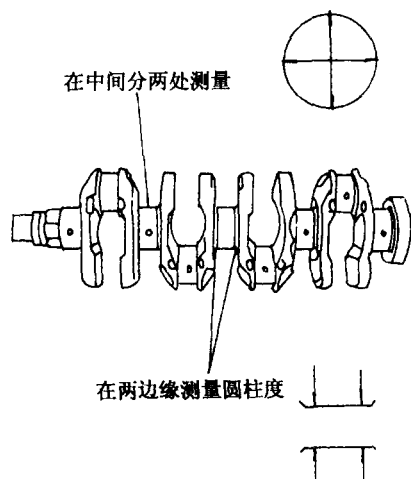

图 2—1—2 检查主轴颈和连杆轴颈的圆度和圆柱度
(3) 检查主轴颈和连杆轴颈的圆度和圆柱度。如图 2—1—2 所示，采用“两点法”，用外径千分